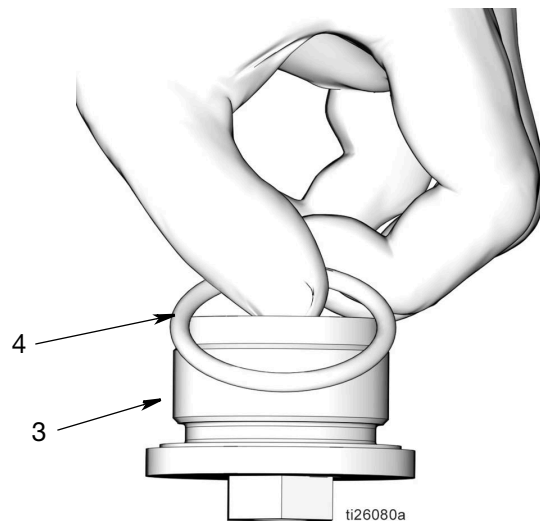

FIG. 53
- d. Appliquer une mince couche de graisse sur le joint torique (4). Placer le joint torique sur l'écrou de blocage (3) du piston (FIG. 53).